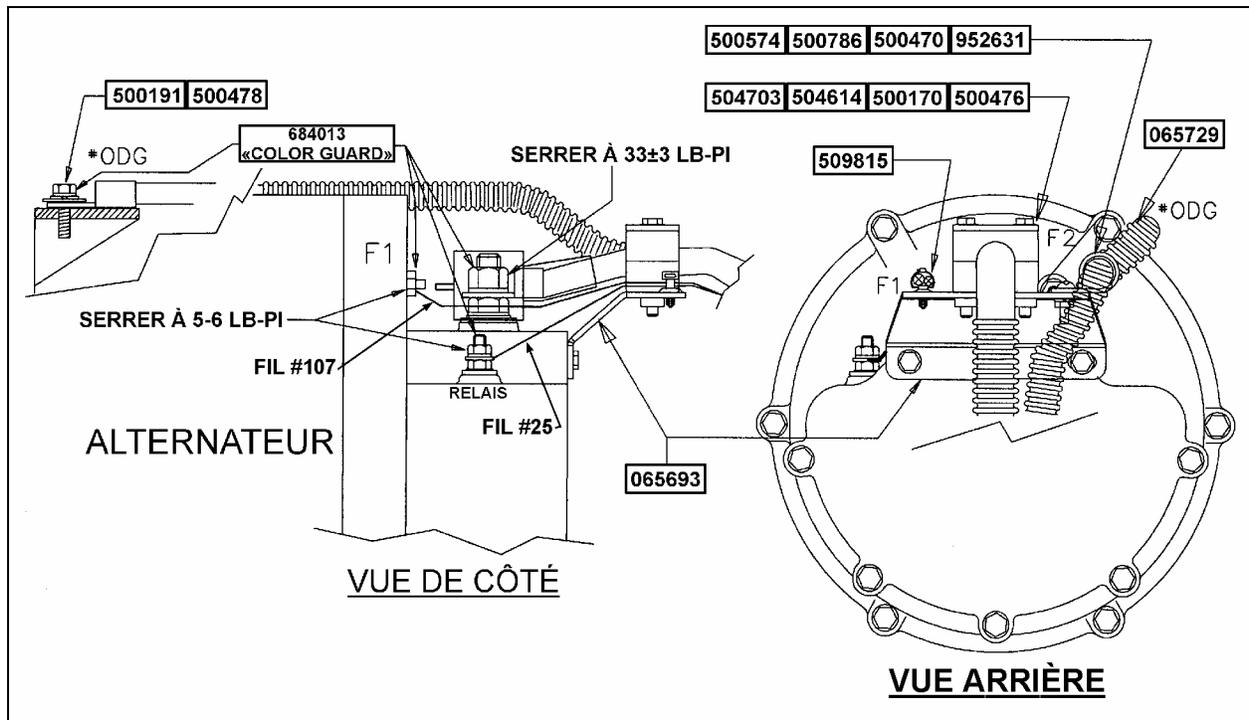

FIGURE 1
**Remarque :** Se référer aux figures 1, 2 et 3 pour les différentes étapes de l'installation.